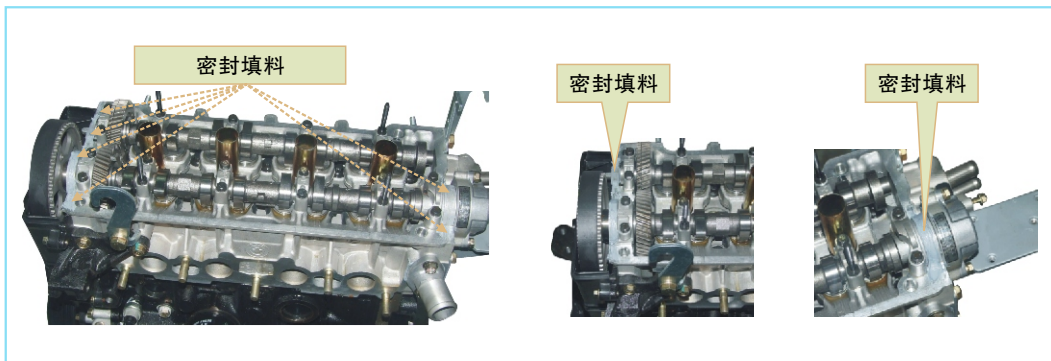

图2-131 给气缸盖上涂密封填料
(31) 安装气缸盖罩
①清除旧的填料。
②如图2-131所示将密封填料涂在气缸盖上。